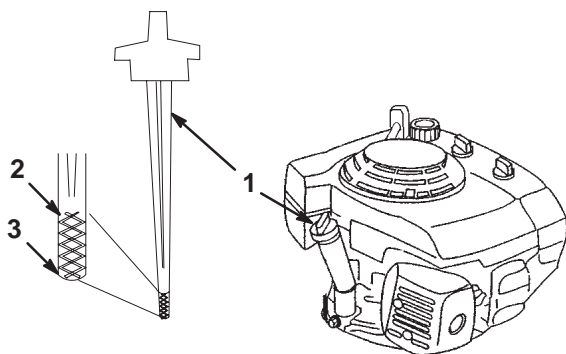

Bild 6
Stellen Sie vor jedem Einsatz sicher, dass der Ölstand zwischen den unteren und oberen Markierungen am Ölpeilstab liegt (Bild 6).
2. Reinigen Sie den Bereich um den Peilstab (Bild 6).
6. Lesen Sie den Ölstand am Peilstab ab (Bild 6).
7. Wenn der Ölstand unter der unteren Füllstandmarke am Ölpeilstab ist, nehmen Sie den Peilstab heraus und gießen Sie nur so viel Öl **langsam** in den Einfüllstutzen, bis der Ölstand die obere Füllstandmarke am Peilstab erreicht (Bild 6).